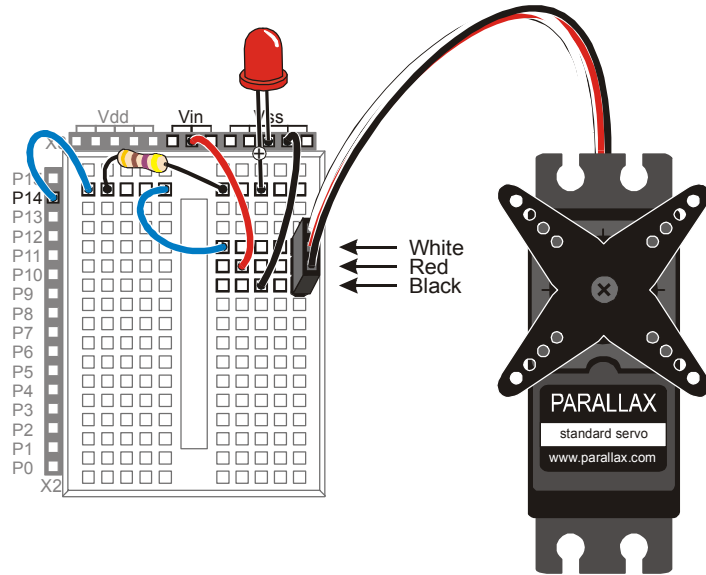

Figura 4-11
- √ Collegare il Servomotore al connettore del Servomotore come mostrato nella Figura 4-11.